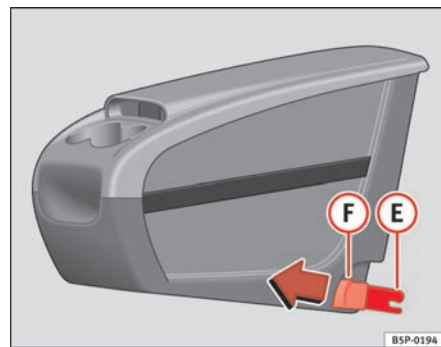
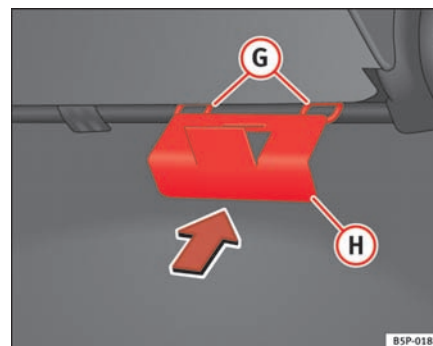

Fig. 112 Portaobjetos móvil. Montaje
Fig. 113 Placa de fijación del portaobjetos móvil
- Coloque desde el interior del vehículo, la placa de fijación **H** ⇒ fig. 113 del portaobjetos móvil, por la parte posterior del asiento. Debe estar situada entre el respaldo y el cojín, en la zona de la plaza central.
- Encare las dos piezas de fijación **(E)** ⇒ página 148, fig. 112, con las dos anillas de fijación **(G)** ⇒ página 148, fig. 113 y presione con fuerza hasta que las dos pinzas clipen totalmente con las anillas.
- Tire de cada uno de los botones ⇒ página 148, fig. 112 **(F)** de las pinzas (botones rojos) hacia delante, hasta oír que ha desclipado.